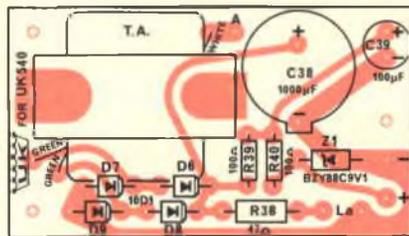

Fig. 2 - Serigrafia del circuito stampato dell'alimentatore.
- Montare la basetta c.s. dell'alimentatore seguendo le indicazioni riportate in fig. 2.
- Montare i diodi D6, D7, D8 e D9 rispettando le indicazioni di fig. 2 la quale illustra la posizione del simbolo stampigliato sul corpo dei diodi stessi.